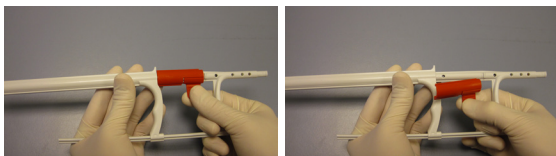

Figura 3 – Manipulación del bloqueo de transporte
- El stent autoexpandible está alojado en el espacio que hay entre el lumen de la guía y la vaina de colocación del stent. El dispositivo de colocación impide el movimiento involuntario del stent durante la retracción de la cobertura externa. El catéter de colocación del stent tiene una zona radiopaca en el extremo distal. La punta también es radiopaca. Los stents cargados tienen marcas radiopacas proximales y distales. (Figura 3).